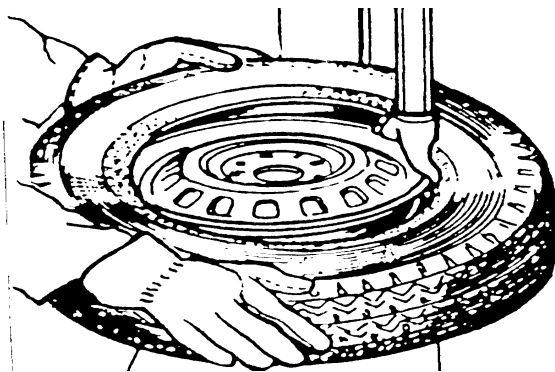

рис.7
5) Установите шину так, чтобы её закраина прошла ниже носика головки и выше края (хвоста) ее задней части (рис.7). Противоположную сторону закраины вдавите в углубление обода.